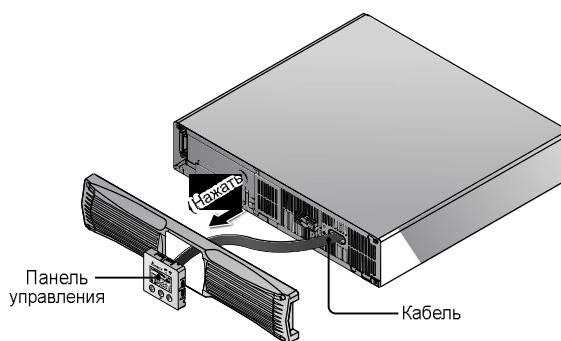

Рис. 3-6. Нажмите сзади на панель управления
- 2) Из-под пластмассовой передней панели осторожно нажимайте на панель управления, пока она не выйдет вперёд. Будьте внимательны, не повредите кабель, соединяющий панель управления с разъёмом внутри ИБП. См. *Рис. 3-6*.